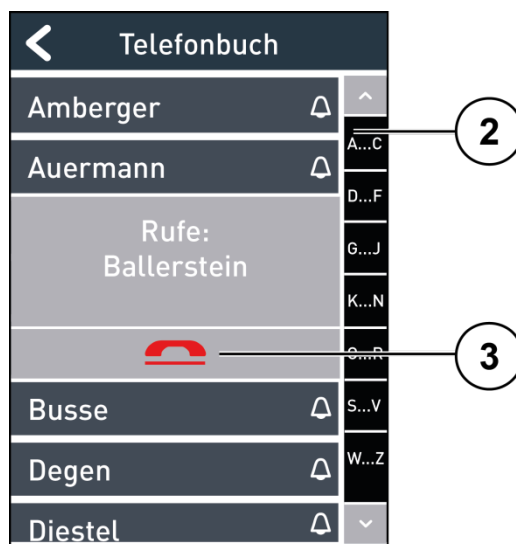

Abb. 22: Ruf tätigen
- Alternativ können Sie durch Antippen des Anfangsbuchstabens (2) zum Kontakt mit dem gewählten Anfangsbuchstaben springen (Abb. 22).